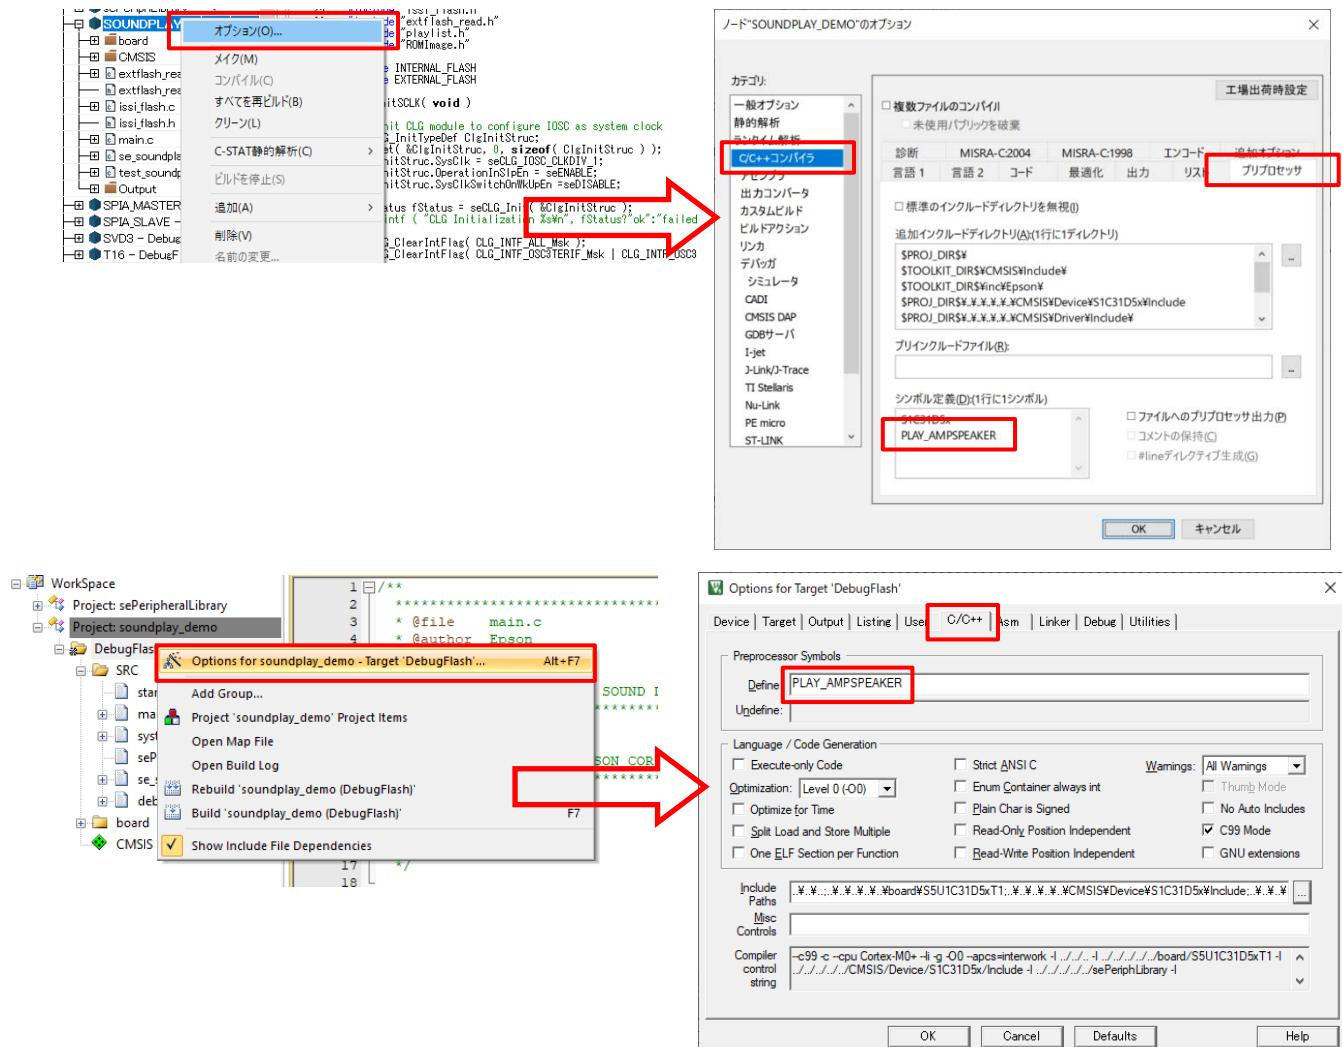

図 3.20.1 シンボル定義方法(上図は IAR EWARM、下図は Keil MDKARM)
1. SOUNDPLAY プロジェクトのシンボル定義に”PLAY_AMPSPEAKER”を定義する。(設定方法は図 3.20.1、表 3.20.1 参照)
1. SOUNDPLAY プロジェクトのシンボル定義に”PLAY_ELBUZZER”を定義する。(設定方法は図 3.20.1 参照)
1. SOUNDPLAY プロジェクトのシンボル定義に”PLAY_PIBUZZER”を定義する。(設定方法は図 3.20.1 参照)